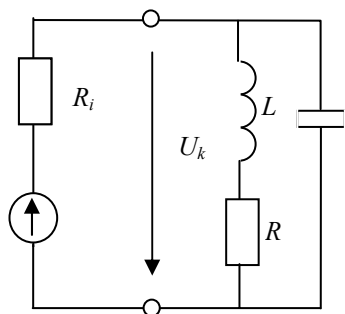

Рис. 4.14
4.3.1. Определить резонансную частоту  $f_0$ , характеристическое сопротивление  $\rho$ , добротность  $Q$  и резонансное сопротивление  $Z_{30}$  контура (рис. 4.14), если  $C = 360$  пФ .
4.3.2. К простому параллельному контуру (рис. 4.14) подключен источник гармонического напряжения, частота которого совпадает с резонансной частотой контура. Параметры источника:  $E = 1$  В;  $R_i = 120$  кОм . Определить действующие значения тока источника, напряжения на контуре, тока емкостной и индуктивной ветвей контура.